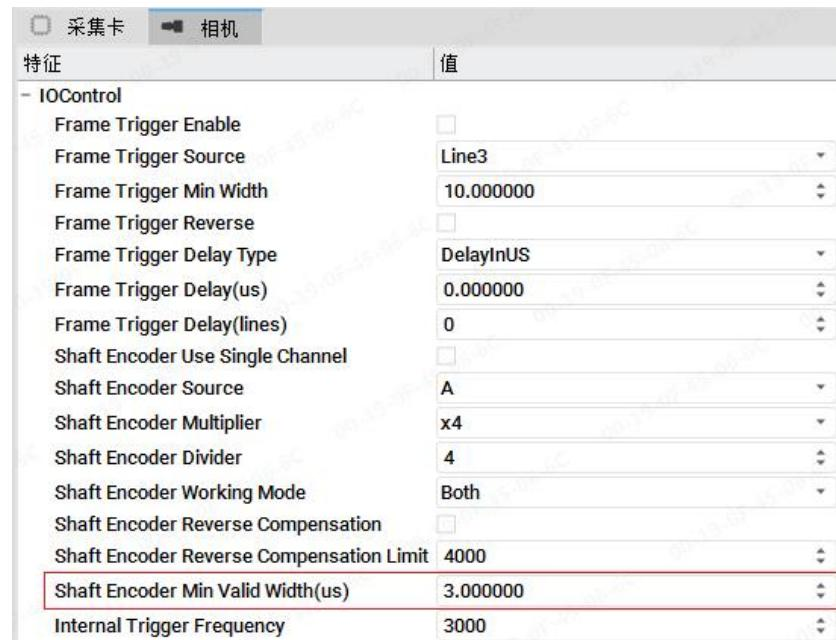

图 3.4-5 编码器信号滤波设置
- (6) 编码器信号滤波宽度 Shaft Encoder Min Valid Width(us)需要根据现场信号特性进行调整，一般默认为 3us 即可，如图 3.4-5 所示。